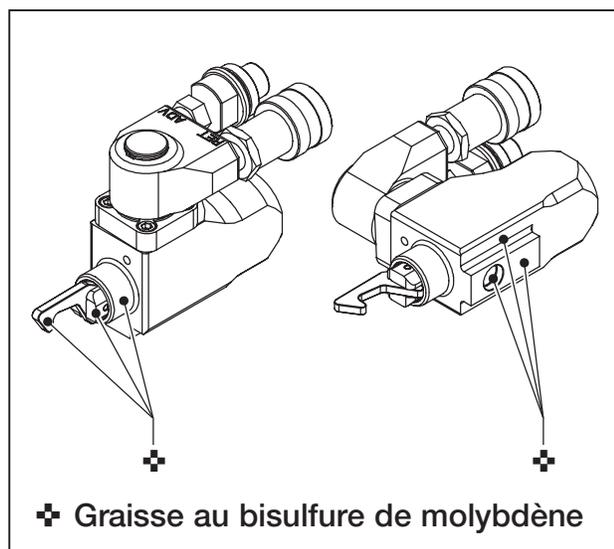

Fig. 15
5.2 Entretien préventif du raccord tournant hydraulique et de l'unité de commande (fig. 15 et 16)